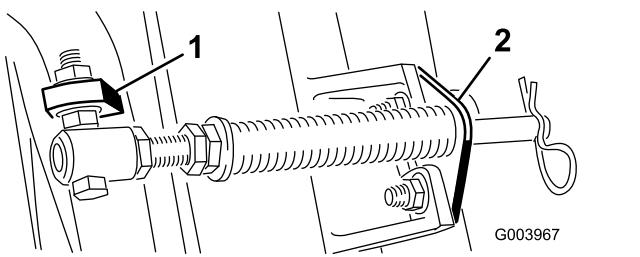

Bild 5
Hinweis: Positionieren Sie den Schraubenkopf zur Außenseite der Nase, wie in Bild 5 dargestellt.
- D. Montieren Sie die Stangenhalterung mit den Schlossschrauben und Muttern an den Schneideeinheitnasen (Bild 5).